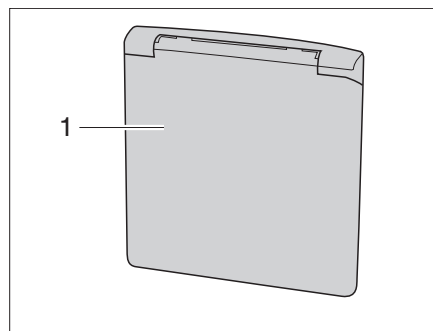

Figure 4 Clapet pour prise 230 V
- Saisir le portillon extérieur (Figure 4,1) dans le bas et le faire pivoter vers le haut.